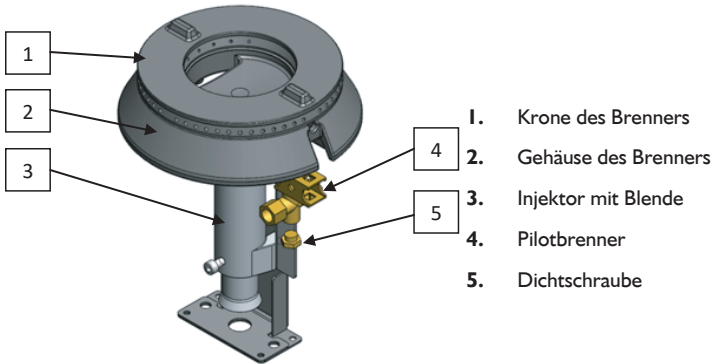

Bild 16. Der Bau des Brenners am Beispiel des Brenners 7kW.
1. Wenn man den Herd von dem Erdgas auf das Propan- oder Propan-Butan-Gas umstellt, sollte man die Dichtschraube abschrauben, die sich unten am Pilotbrenner befindet und als nächstes die Düse des Pilotbrenners mit der Eigenschaft 40 abschrauben und die Düse mit der Eigenschaft 20 anschrauben, bis sich ein Widerstand regt. (Für das Propan- und Propan-Butan-Gas wird dieselbe Schraube verwendet). Als nächstes schraubt man die Dichtschraube an. (Bild 16 Pos. 5). Man zündet den Pilotbrenner an. Die Flamme sollte das Thermoelement erwärmen und mit heller Flamme brennen. Wenn es nicht so ist, sollte die Luftzufuhr mit Hilfe der Abdeckung, die sich im oberen Teil des Pilotbrenners befindet reguliert werden.